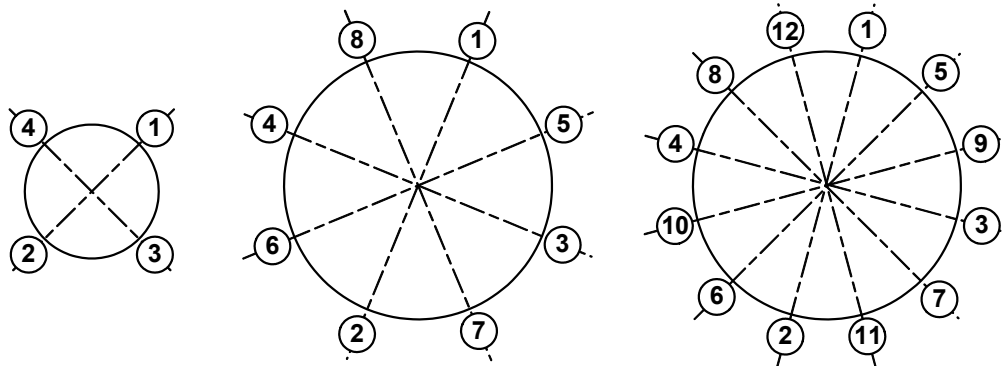

Рис.5. Очередность затяжки гаек на фланцах.
- 3.2.8.4. Затяжка гаек при установке ЭМР (имитатора) в трубопровод должна производиться в очередности, обозначенной на рис.5, динамометрическим ключом с крутящим моментом не более, указанного в табл.2. **В случае превышения усилия затяжки возможно повреждение ППР, вызывающее протечку жидкости во внутреннюю полость ЭМР.**